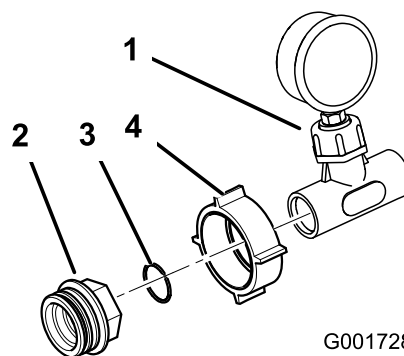

Figure 13
12. Placez le grand écrou en plastique sur l'ensemble manomètre et raccord en T. Posez un joint torique en plastique et un adaptateur sur l'ensemble comme illustré à la Figure 13.